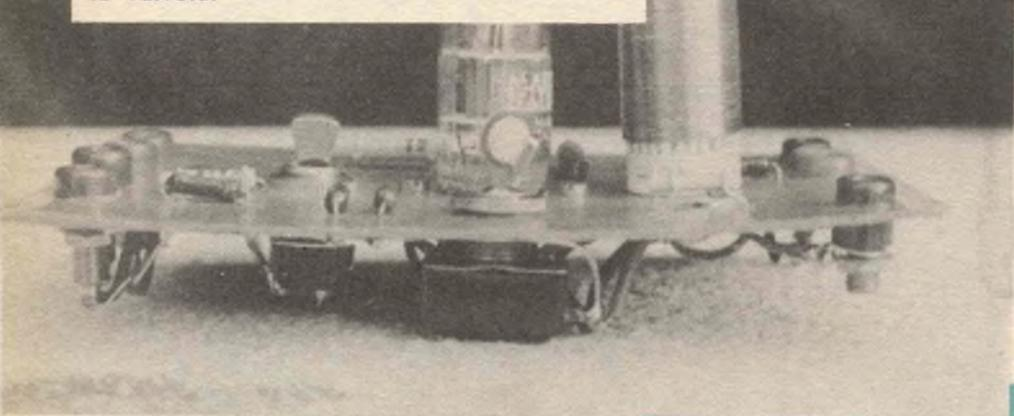
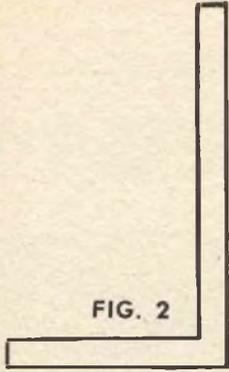
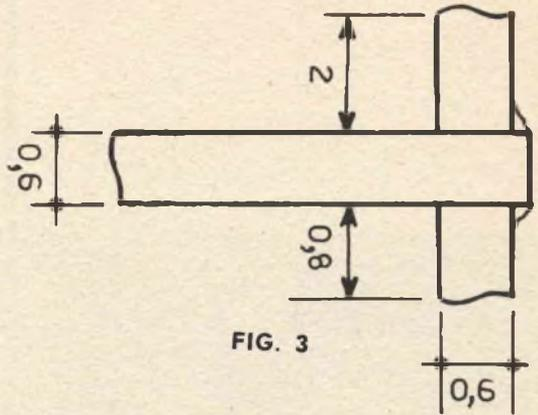

FIG. 1
FIG. 2
FIG. 3
nario magnetofono, ma con caratteristiche speciali. Esistono anche dei prototipi di riproduttori di immagini, destinati agli amatori (fig. 1). Per la riproduzione è sufficiente porre su questi apparecchi dei nastri magnetici opportunamente registrati e congiungere il dispositivo a un televisore ordinario. Immediatamente appaiono sullo schermo del televisore le immagini previamente registrate sul nastro magnetico in maniera interamente invisibile, senza aver fatto ricorso alcuno ad una emulsione fotosensibile e a nessun processo fotochimico.
La gabbia della fig. 1, tavola 1, è realizzata in compensato di 10 mm. di spessore, e con una griglia venduta in commercio già montata, quella di cui noi ci siamo serviti aveva come reali dimensioni mm. 208 x 385. Si comincerà anzitutto con lo stabilire i due lati laterali che hanno mm. 280 x 200; nei bordi inferiori e superiori verranno segati degli intagli a metà legno di 10 mm. di larghezza per ricevere il tetto e la base, a 5 mm. dal bordo posteriore, verrà scavato un incavo di 3 mm di larghezza e 5 mm. di profondità per ricevere il tetto e la base; a 5 mm. dal sato di 3 mm. Anche il bordo anteriore sarà provvisto di un incavo di 5 mm. di profondità nel quale verrà a scorrere la grata, la larghezza dell'incavo sarà pertanto in funzione dello spessore di questa. Una tacca superiore di 18 x 20 mm. verrà fatta per ricevere l'incastro solido della grata, un'altra scanalatura di mm. 10 x 10 riceverà la traversa anteriore (vedi fig. 2). In uno dei lati sarà praticata un'apertura di mm. 80 x 80, apertura che verrà chiusa da una porticina montata su piccole cerniere e mantenuta in posizione chiusa da un piedino girevole in otone, dal lato interno di tale apertura verranno
no fissate due barre metalliche, come mostra la figura 6, che serviranno a mantenere salda la mangiatoia. Le estremità di queste barre vengono introdotte in fori ad attrito duro. I due lati sono riuniti per mezzo della tavola di base di mm. 390 x 20 e del tetto di mm. 390 x 180. Questi due pezzi riceveranno nel loro bordo posteriore una scanalatura per il fondo in compensato di 3 mm. che avrà per dimensioni millimetri 390 x 270. L'unione si farà con incollatura rinforzata da qualche chiodino sottile. La traversa anteriore verrà fissata a delle tacche ed il tutto sarà accuratamente pomiciato, gli angoli saranno arrotondati. La grata verrà inserita nelle scanalature dopo essere stata munita di una barra superiore provvista di un incavo nella quale sarà tenuta salda da qualche vite sottile che passa sotto l'intelaiatura (fig. 3). L'apertura, lasciata libera al disotto per la vaschetta della sabbia che verrà realizzata in zinco sottile, sarà chiusa da una striscia di compensato di 10 millimetri, secondo il profilo della figura 4; due viti a testa rotonda sostituiranno la cerniera (vedi fig. 2), una terza vite posta al centro servirà da impugnatura (fig. 1). Quattro piedi di gomma (fig. 5) verranno fissati sotto la base. I bastoni da usare in questa gabbia sono del tipo a base (vedi fig. 2).
se del complesso, dopodiché al centro vi si praticerà un foro del diametro di circa 7 mm, profondo un centimetro. Sulla tavoletta poi si fisserà con chiodini qualche foglio di mica o amianto, reperibile presso qualsiasi magazzino di articoli elettrici. La resistenza da ferro da stiro è composta da una piastrina di mica su cui è avvolto il filo resistivo di nichel-cromo, compresa fra altre piastrine di mica, isolanti. Occorrerà quindi mettere a nudo il filo su una faccia qualsiasi della resistenza togliendone le piastrine relative. La resistenza andrà posta in tal modo, col filo nudo verso l'alto, sulla basetta di legno, a cavallo del foro, e fissata con chiodini, come in fig. 1. Si intaglierà poi una striscetta di lamierino d'ottone dallo spessore di 2/10-3/10 di mm, ad « L » di lunghezza adeguata, come in fig. 2, il cui compito sarà quello di portare corrente dalla rete al contatto strisciante, ancora come in fig. 1.
Il contatto strisciante si realizzerà usando due spezzoni di comuni tubetti portatende in lamierino di ottone. Essi verranno tagliati secondo le dimensioni di fig. 3 e saldati a stagno fra loro badando, nello spezzone strisciante, a mantenerne la parte giuntata verso l'alto per non rovinare il nichel-cromo strisciandovi sopra ripetutamente.
La parte inferiore del perno verticale andrà infilata nel foro della basetta. Al perno andrà pure saldata a stagno la laminetta ad « L », previamente piegata e fissata sempre come in fig. 1. Essa, piegata a molla garantirà la rotazione del perno ed al tempo stesso il suo collegamento con la rete di alimentazione.
2) Su di un lato di tale listello, tracciate una linea con l'inclinazione desiderata, partendo da una estremità perpendicolare alle superfici (fig. 3).